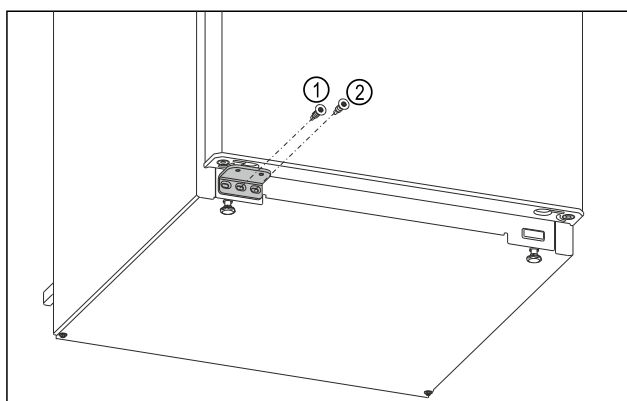

Fig. 17
- Stringere la vite centrale del blocco di supporto *Fig. 17 (1)* con un cacciavite Torx 20.
- Stringere la vite interna del blocco di supporto *Fig. 17 (2)* con un cacciavite Torx 20.